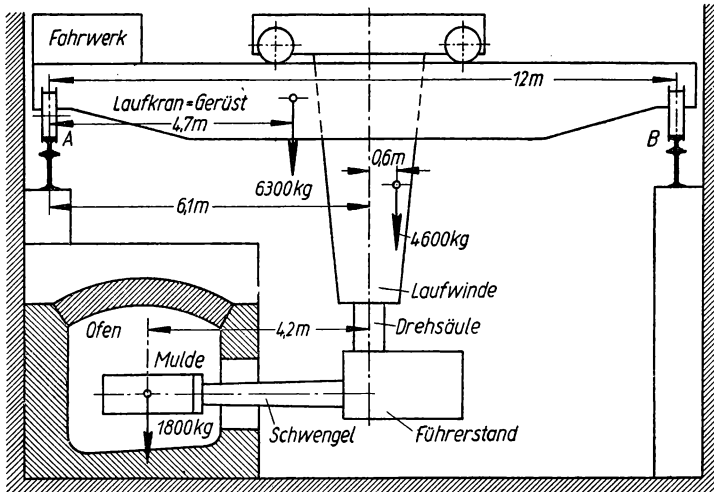

Bild 214
**338.** Ein Beschick-Kran (Bild 214) für einen Martinofen führt die Mulde voll Stahlschrott in den Ofen ein, um sie dort umzudrehen und zu entleeren. Die Ge-